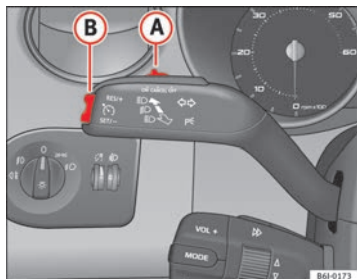

Fig. 107 Leva degli indicatori di direzione e degli abbaglianti: interruttore e tasto di comando del regolatore di velocità
- Spostare verso sinistra l'interruttore ➔ fig. 107 **A**, posizionandolo su **ON**.